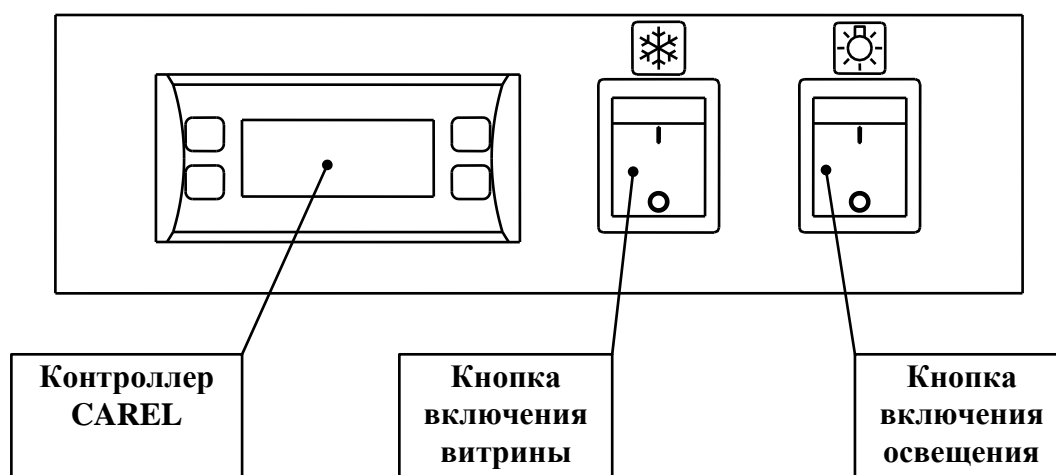

Рис. 1
- Электрическая система включает в себя панель управления (рис. 1), распределительный блок, пуско-защитный блок компрессора, панель вентиляторов испарителя, встроенный светильник. В панели управления, расположенной вверху витрины, находятся выключатели питания и освещения, электронный регулятор (контроллер). Распределительный блок электрооборудования и автоматический защитный выключатель располагаются в подставке витрины.